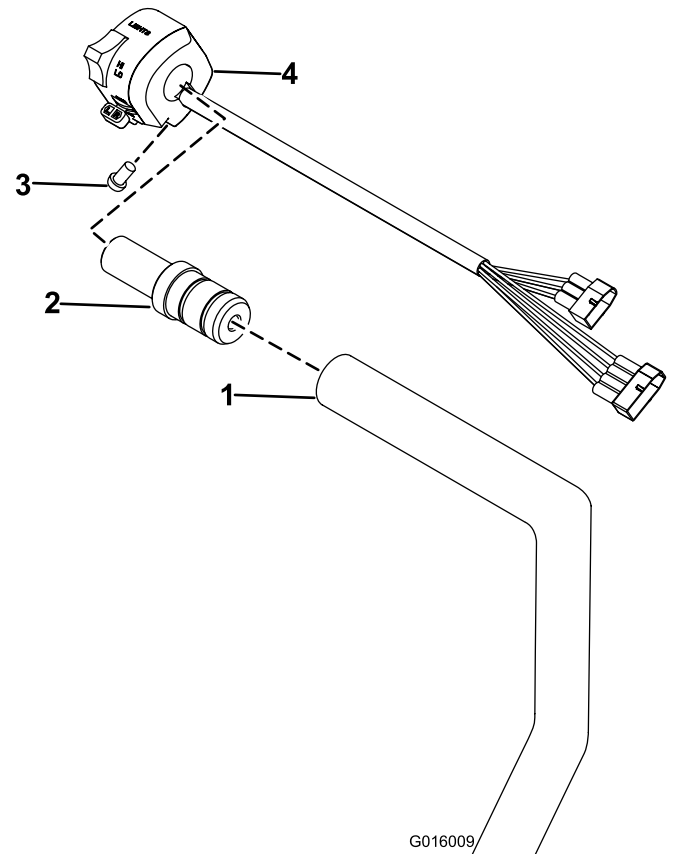

Figura 9
2. Conecte el interruptor combinado al adaptador de montaje del interruptor y sujételo con un tornillo (Figura 9).